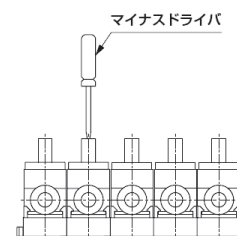

図1 省スペースを優先したマニホールド設置
- つまみ上部の“—”を使用してドライバ等で操作することをおすすめします。(※図1)